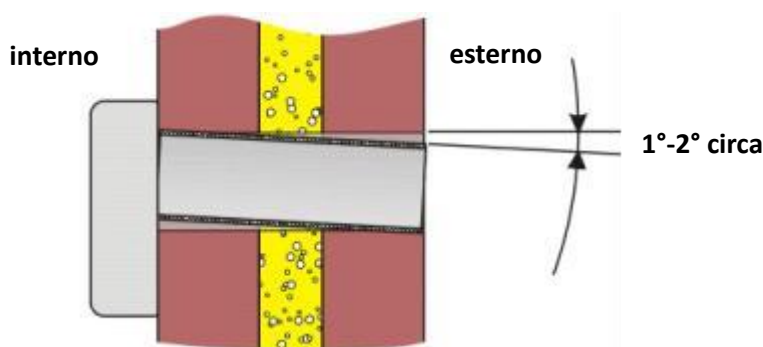

Figura 3
2. Effettuare il foro nel muro di diametro 117 mm per lo scambiatore di calore. Impostare una pendenza di circa 1°-2° verso il basso dal ventilatore (Figura 3).